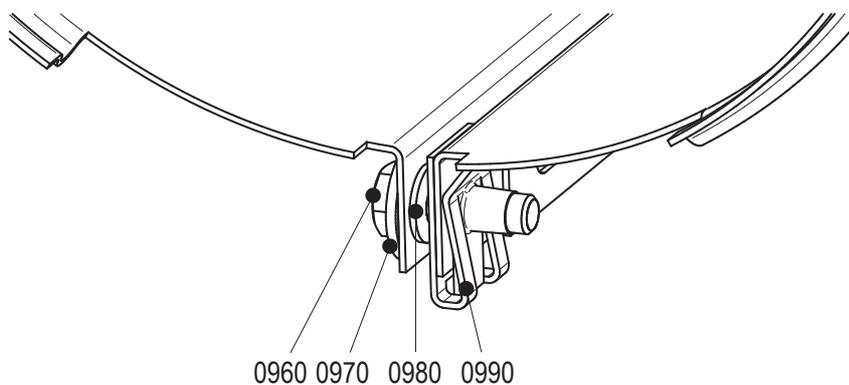

Figura 9: Inserimento camicia.
- 1 Allentare le viti (0960). Vedere la figura 9.
- 3 Chiudere la camicia e serrare la vite (0960). Vedere la la figura 9.
- Chiudere la camicia e serrare la vite (0960). Vedere la figura 9.